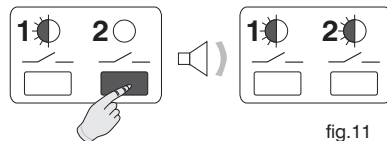

fig.11
- Mantener pulsada la **tecla 2** hasta que se oiga una señal acústica; luego, soltar la tecla. Los dos **LED** parpadean. El **canal 2** está listo para asignarse al cronotermostato “Master” (fig.11)